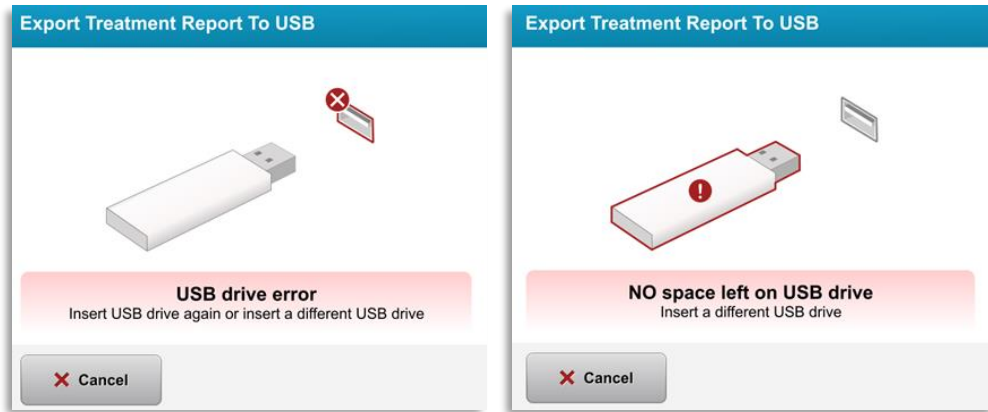

Figure 3-41. Erreur USB et plus d'espace sur le lecteur USB
- Si le lecteur USB est plein ou si le système ne peut pas lire le disque, un message d'erreur s'affichera comme illustré à la figure 3-41.